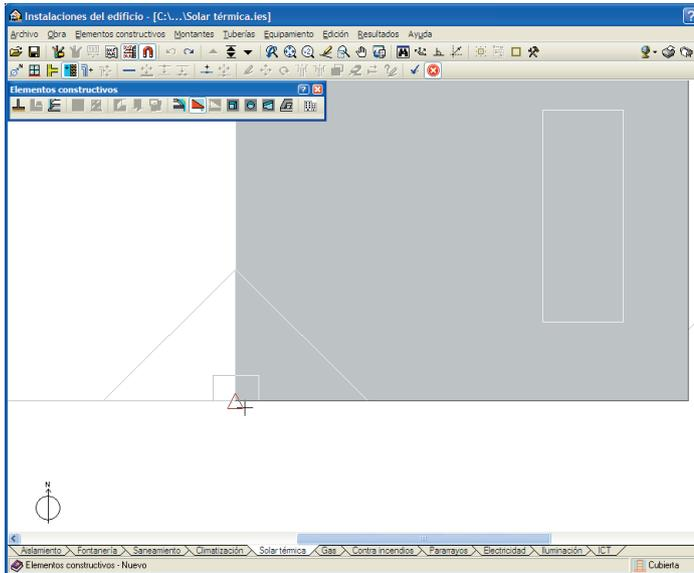
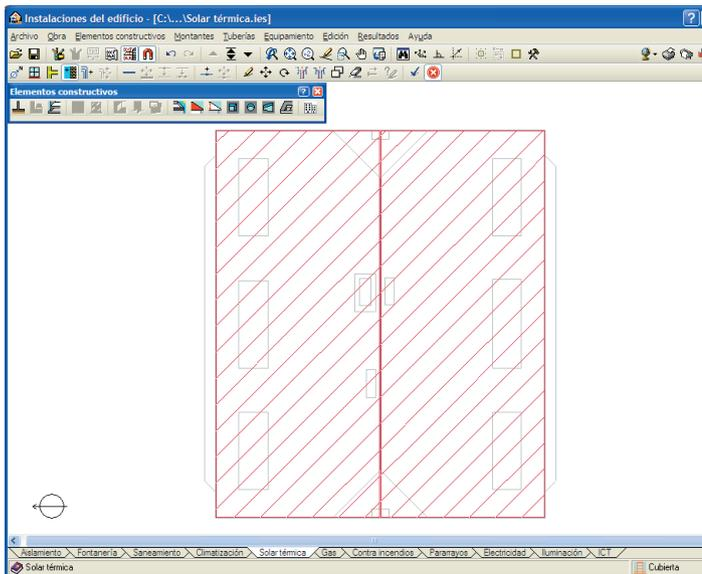

Fig. 6.4
Fig. 6.5
- Cuando se encuentre en el punto indicado en la Fig. 6.4, pulse el botón derecho del ratón y se cerrará el área que determina el faldón. El otro faldón se definirá siguiendo el mismo procedimiento. Vuelva a pulsar el botón derecho del ratón y pulse **Aceptar**. El resultado es el mostrado en la Fig. 6.5: